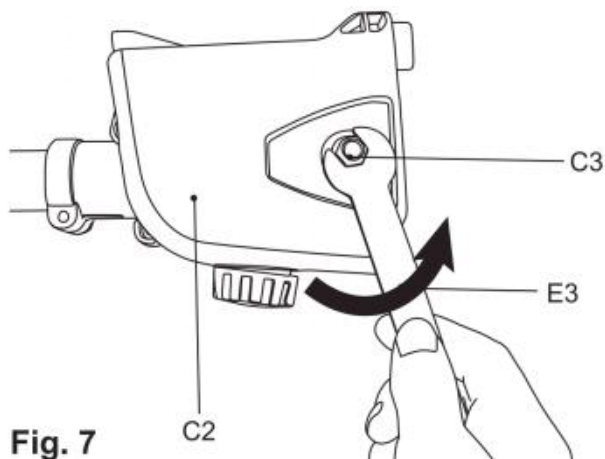

Fig. 7
- 3) Odkręć nakrętkę zabezpieczającą (C3) w kierunku przeciwnym do ruchu wskazówek zegara za pomocą klucza montażowego (E3), a następnie zdjąć pokrywę boczną (C2). (Rys. 7)